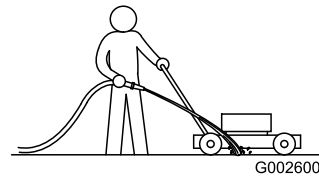

Figura 29
1. Con el motor en marcha sobre una superficie plana pavimentada, dirija un chorro de agua hacia delante de la rueda trasera **derecha** (Figura 29).